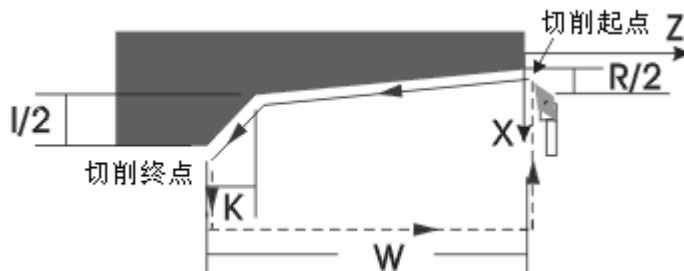

图 4-25
2)、G92 轴向锥螺纹：如图 4-25，P 为正值；R 的符号决定退尾的方向；I 的符号不起作用；